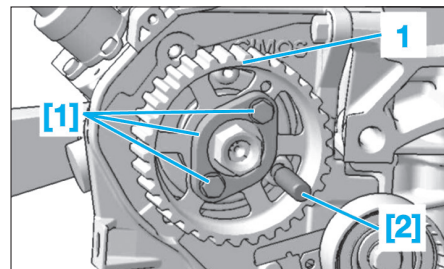

Fig. 24
- l'outil [1] sur la poulie de pompe haute pression de carburant (1) (Fig.24),